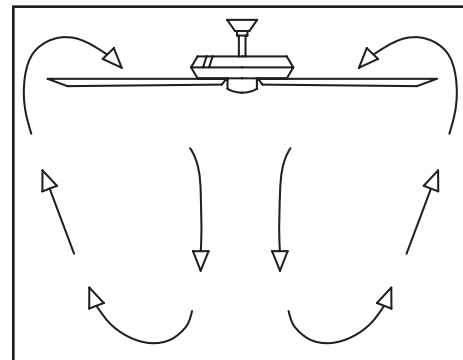

Figura 15
**Clima cálido** - (Hacia adelante) Un flujo de aire hacia abajo surte efecto refrescante como se muestra en la Figura 15. Esto permite fijar tu aire acondicionado en configuración más alta sin afectar tu comodidad.